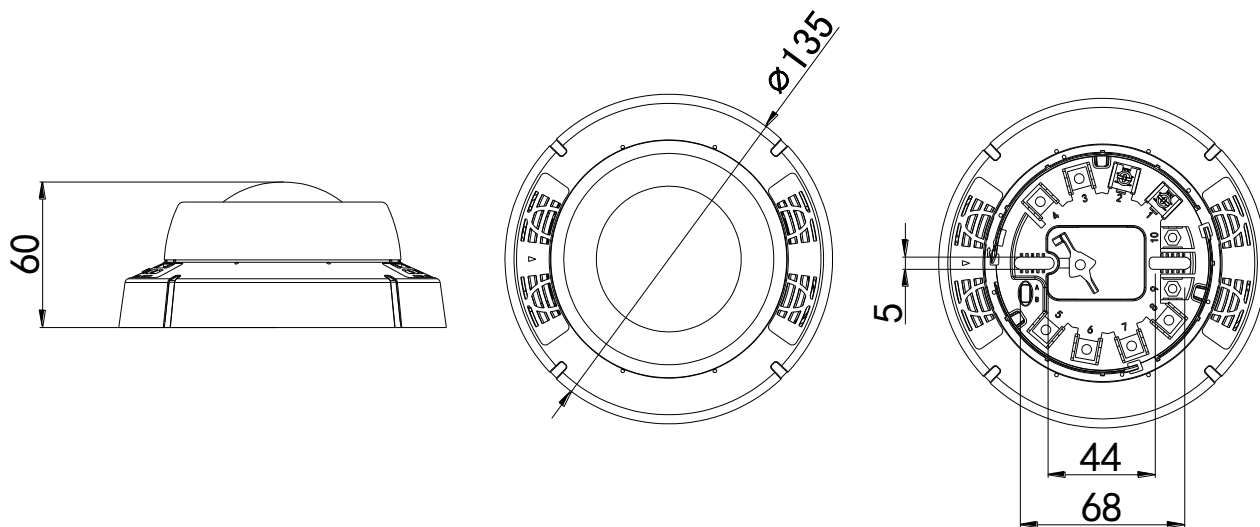

图 1 外形及安装尺寸图
- 布线施工后，将火灾声报警器底座固定在墙上（使用 M4 螺钉），安装孔距为 44mm~68mm，外形及安装尺寸如图 1 所示。